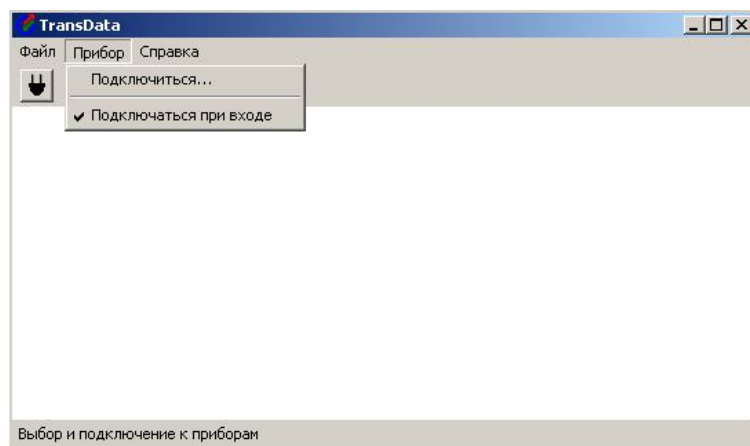

Рисунок 15
- Подключаться при входе – данный пункт позволяет пользователю подключаться регистратор при запуске программы с текущими установками подключения, при его активизации появляется значок «V», (рисунок 15) повторный выбор данного пункта снимает его, и при следующих запусках программы, автоматическое подключение к регистратору производиться не будет.
6.3.2.7 При активизации пункта «Подключиться» и кнопки (2)  открывается окно, как показано на рисунке 16. Кнопка (2)  вынесена для удобства пользователя и ее описание такое же, как и пункта «Подключиться».